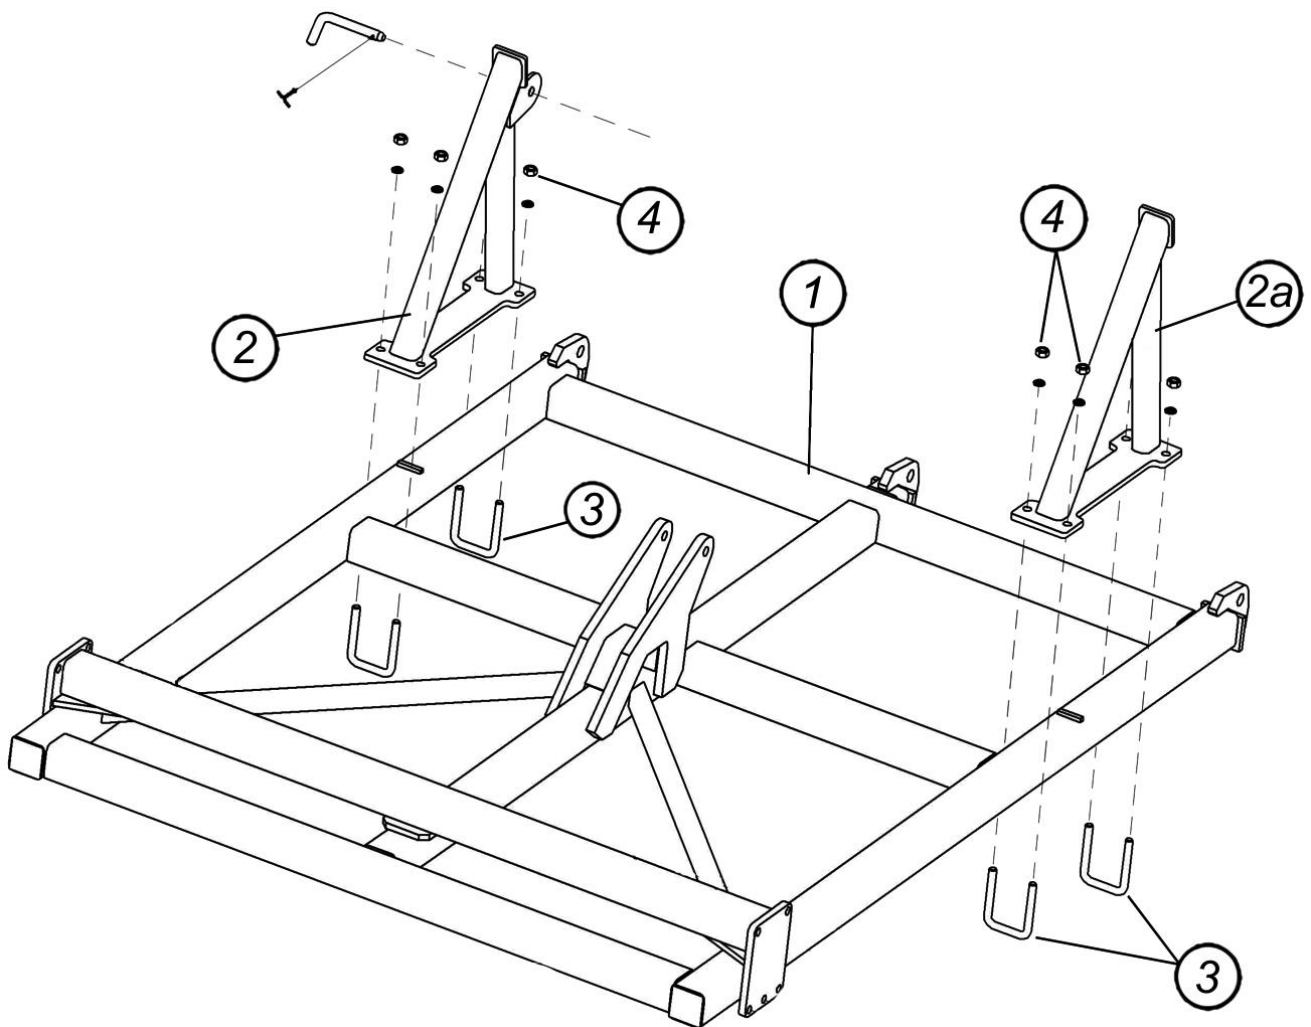

Рис. 4.1.8. Боковая рама
4.1.8. Установите упоры 2 и 2а на крыловые рамы 1, закрепив их стремлянками 3 (M20x100x100), гайками M20 и шайбами пружинными Ø20 мм (рис.4.1.8).